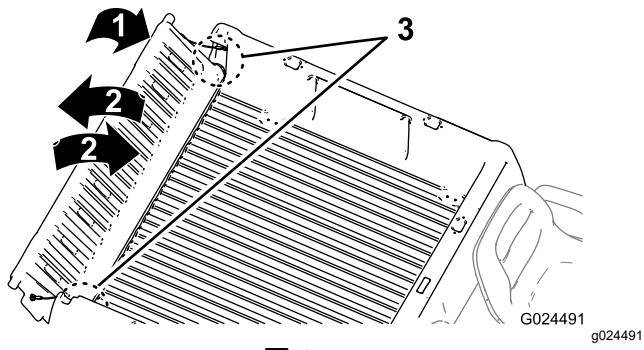

図 15
2. テールゲートを 45°程度の角度にする図 15。
3. この位置から、テールゲートを小刻みに前後に振るよう�数回往復させる 図 15。